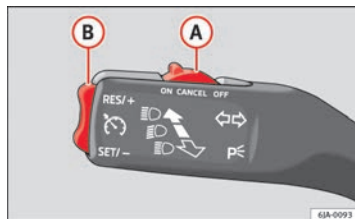

Fig. 110 La palanca de los intermitentes y de las luces de carretera: teclas del regulador de velocidad
- Mueva el conmutador **(A)** ⇒ fig. 110 a la posición **ON**.
- Pulse la tecla basculante **(B)** ⇒ fig. 110 ⇒ página 155 en posición **RES**.
- La velocidad programada se puede **reducir** pulsando la tecla **(B)** ⇒ fig. 110 ⇒ página 155 en posición **SET**.
El regulador de velocidad **se desconecta temporalmente** pulsando la tecla **(A)** ⇒ fig. 110 ⇒ página 155 en posición **CANCEL**, o bien pisando el pedal de freno o embrague.
- Mueva el conmutador **(A)** ⇒ fig. 110 ⇒ página 155 a la posición **OFF**.